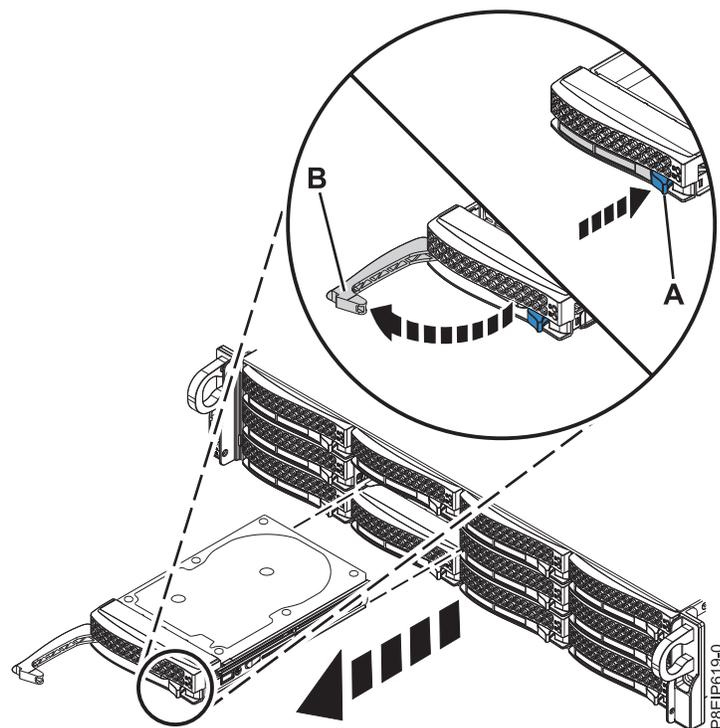

Figure 75. Retrait d'une unité
2. Déverrouillez la poignée de la baie d'unité (B) en poussant le loquet de la poignée (A) comme indiqué dans la figure 75, à la page 112. La poignée (B) sort d'un coup sec. Si la poignée n'est pas